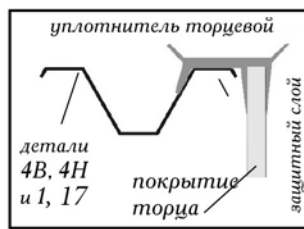

Рис.20
4. Подровняйте ножом покрытие по дугам 4В,17,4Н, и стойке 1, а затем установите уплотнительный профиль в соответствии с рис.20.